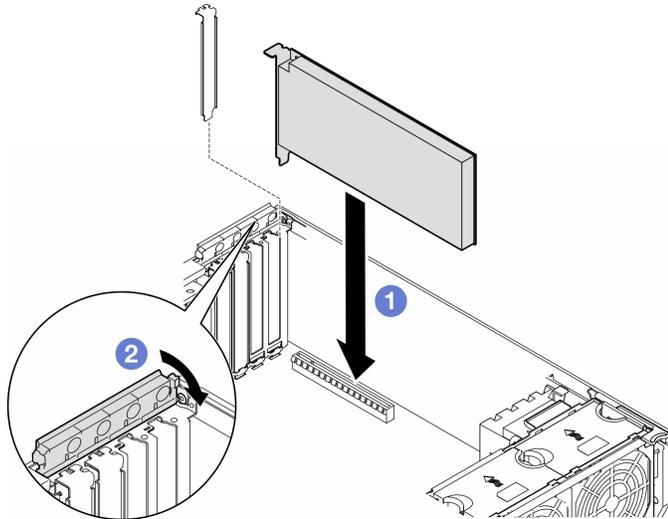

Figura 107. Instalação de um adaptador PCIe HL
- Para substituir um adaptador PCIe existente, ignore o procedimento de instalação: Figura 107 "Procedimento de instalação de um adaptador PCIe HL" na página 168